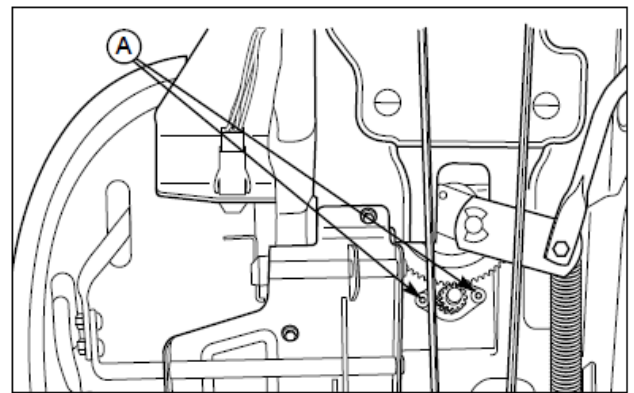

図 32 ハンドルギアの調整
1. 図 32 を参照。ハンドルギアをトラクタの下側から見てください。ギア歯が密接にかみ合うように、2つのナットをゆるめて、ブラケットを調節してください。
2. 調整の後、49-59N.m.の締め付けトルクでナット (図 32 の A) を締めてください。